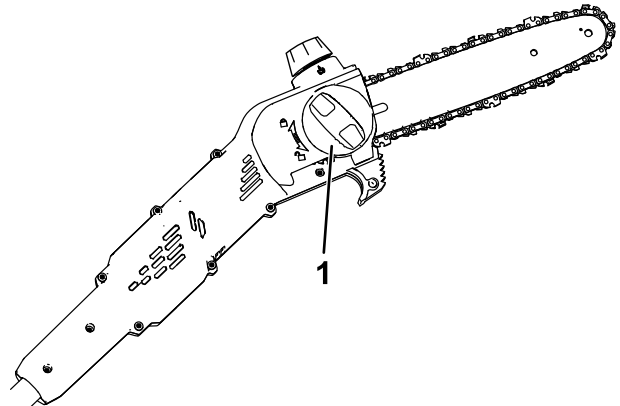
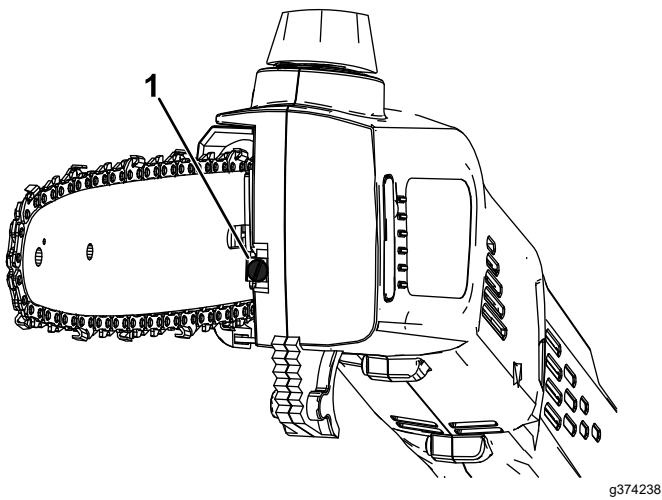

Figure 18
Figure 19
4. Dévissez le bouton du couvercle latéral du guide-chaîne pour desserrer le couvercle, mais laissez-le en place (Figure 18).
5. À l'aide de la vis de réglage de tension, ajustez la tension de la chaîne (Figure 19), puis fixez le couvercle latéral sur l'élagueuse en tournant le bouton du couvercle dans le sens horaire; vérifiez ensuite la tension (Figure 18).
3. Détendez la chaîne en tournant la vis de tension dans le sens antihoraire (Figure 19).